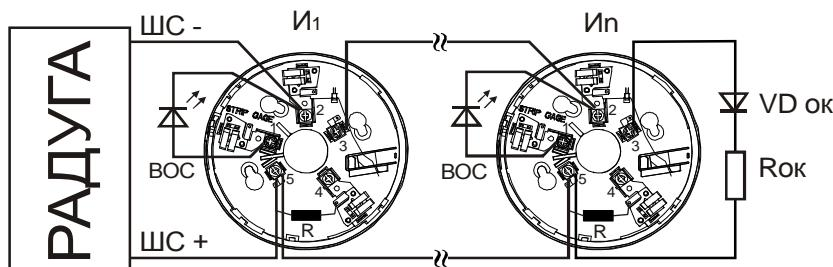

Рис. 3. Подключение извещателей серии ПРОФИ при работе ППКП «Радуга» в режиме 3, при распознавании срабатывания двух извещателей
- Извещатели серии ПРОФИ устанавливаются в базы B401R с токоограничивающими резисторами, с подключением положительного проводника ШС к 5 контакту (рис. 3).